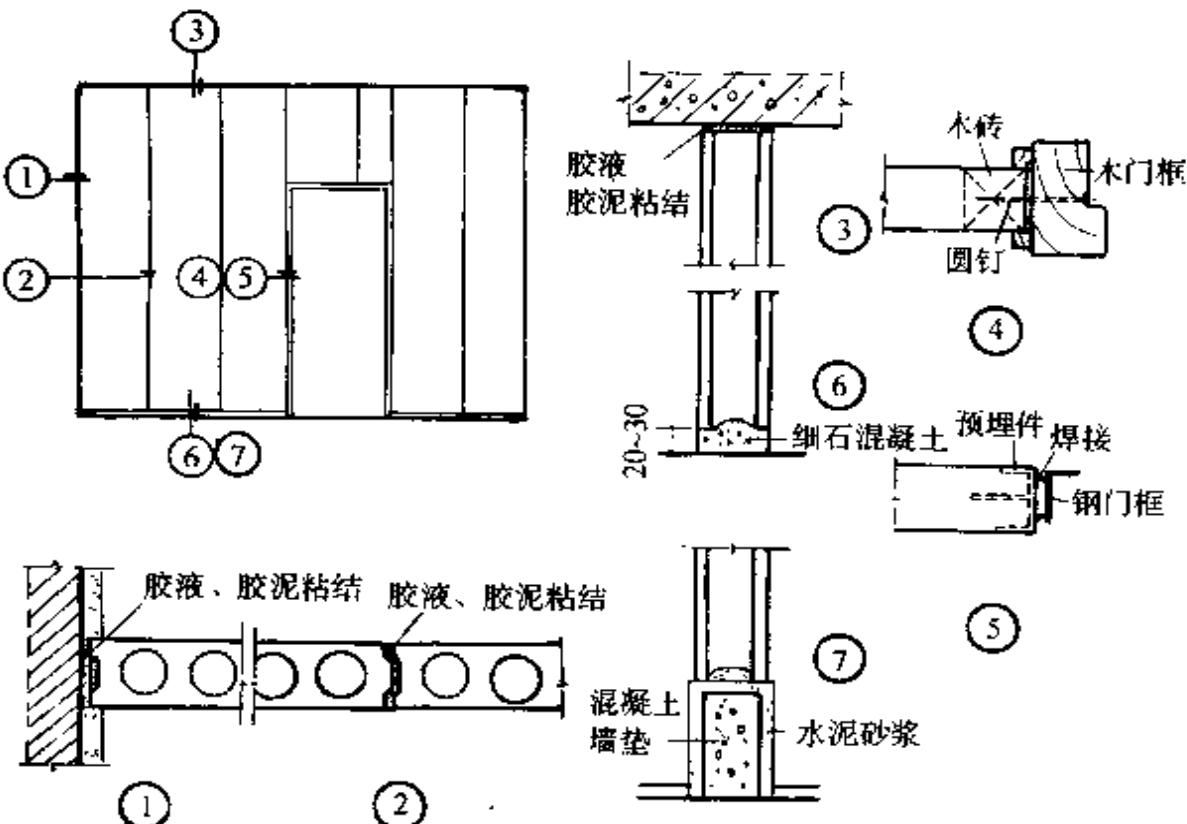

图 5-6 石膏条板隔墙的连接节点
条板侧面与墙体连接方法是：在墙面及板面刷胶液一道，用石膏胶泥粘结。凹槽处先用石膏胶泥填平（图5-6①）。
条板与条板连接方法是：在板面刷胶液一道，用石膏胶泥粘结（图5-6②）。
条板与钢筋混凝土顶板连接方法是：在板面刷胶液一道，用石膏胶泥粘结（图 5-6③）。
条板与地面连接方法是：板底与地面间留 20~30mm 空隙，用 C20 细石混凝土堵严。如做水泥砂浆踢脚或预制水磨石踢脚，则在地面上先浇筑 C20 细石混凝土墙垫，墙垫高为 100mm 左右（图 5-6⑥⑦）。
门框条板与木门框连接方法是：在板面、框面刷胶液一道，用胶泥粘结，并用 90mm 长木螺丝将木门框固定于板内预埋木砖上（图 5-6④）。
门框条板与钢门框连接方法是：在板面、框面刷胶液一道，用胶泥粘结，并将钢门框点焊于板内预埋铁件上（图 5-6⑤）。